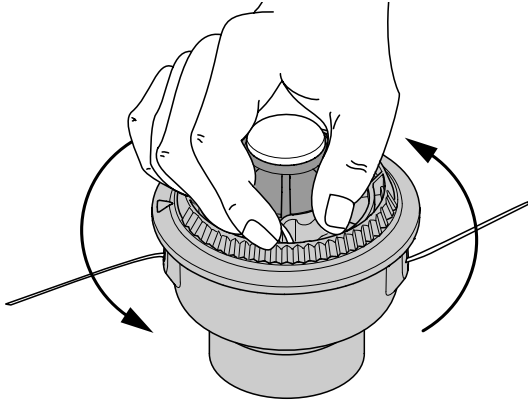

Fig. 12
8. Sostenga la bobina exterior. Bobine el carrete interior en sentido antihorario hasta que queden alrededor de cuatro (4) pulgadas (102 mm.) de línea (Fig. 12).